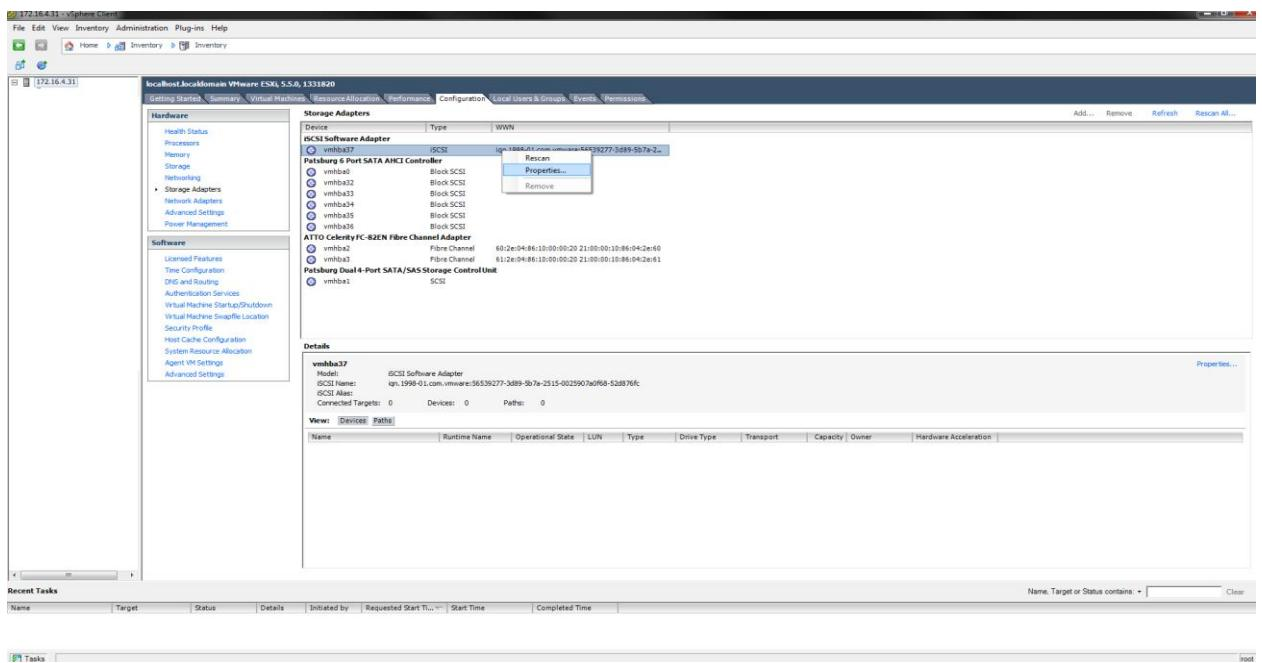
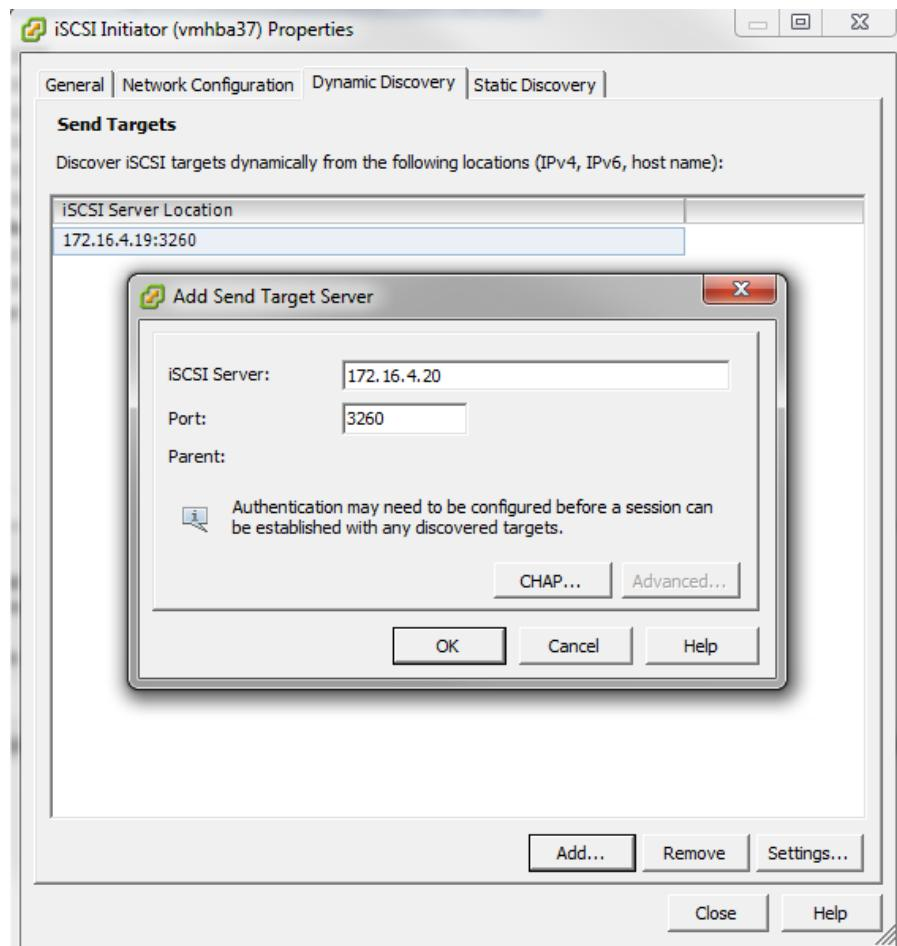

Рисунок 75 – Настройка доступа по протоколу iSCSI в VMware ESXi
Рисунок 76 – Подключение к iSCSI Targets. Свойства
- 1) Элемент ненумерованного списка перейти на вкладку «Configuration» → «Storage Adapters» → «iSCSI Software Adapters» (см. Рисунок 75, Рисунок 76).